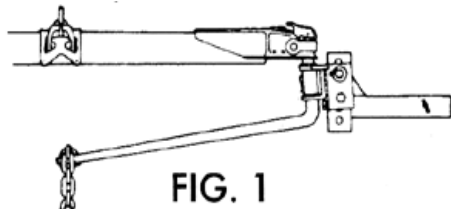

FIG. 1
6. Soulever la flèche de remorque et l'arrière du véhicule à l'aide du vérin de timon. Environ 8 à 12 po (20 à 30 cm). Abaisser la fourche du support encliquetable jusqu'à ce qu'il soit parallèle au sol, et glisser le maillon le plus proche au-dessus du crochet (s'il y a moins de 5 maillons entre le crochet et le boulon en U, ajuster l'angle du support de boule et répéter la procédure - voir les Figs 1 à 4 ci-dessous). Support encliquetable au-dessus de la fourche, élever jusqu'à ce que la fourche ait été « décentrée ». Glisser la goupille de sécurité argentée dans le petit trou pour verrouiller la fourche en place. Répéter du côté opposé.